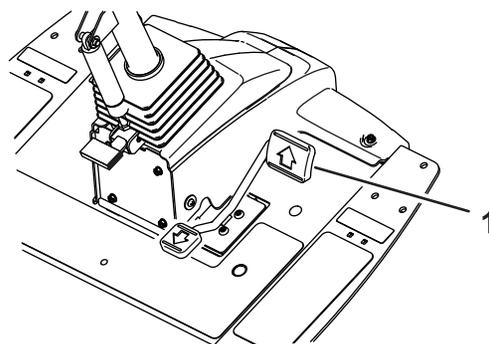
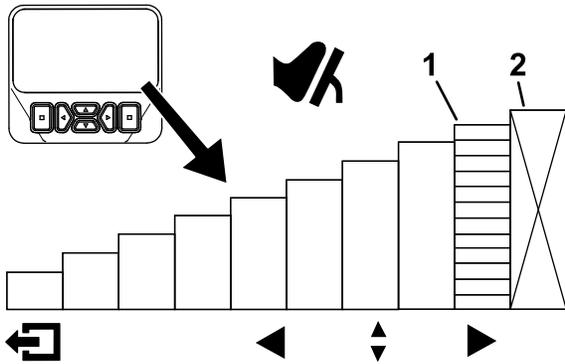

図 28
図 29
VPS による最高速度の一時設定は、走行ペダルを前進方向一杯に踏み込んで行います (図 28)。一時設定は、刈り込み用と移動走行用に個別設定することができます (図 29)。
- この機能にアクセスするには、メイン画面で上下のナビゲーション ボタンを押します。 図 29